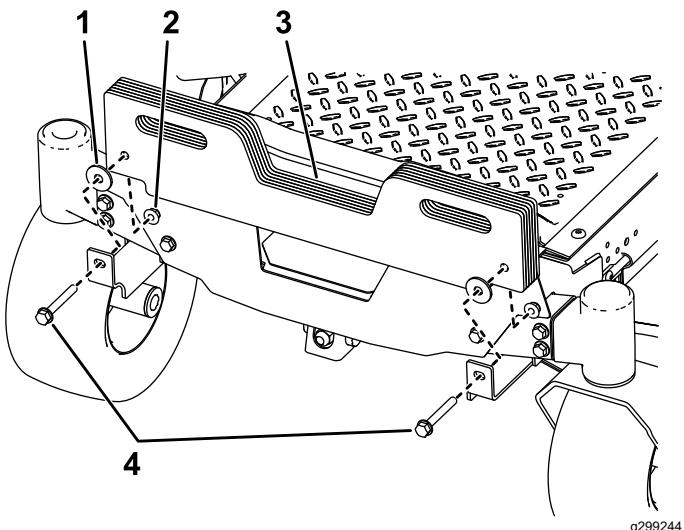

Figura 16
5. **Apenas para máquinas com um depósito de recolha instalado:** Instale os pesos em forma de mala adicionais incluídos na máquina utilizando dois parafusos (3/8 x 3 3/4 pol.) consoante o necessário de acordo com a tabela abaixo (Figura 16).